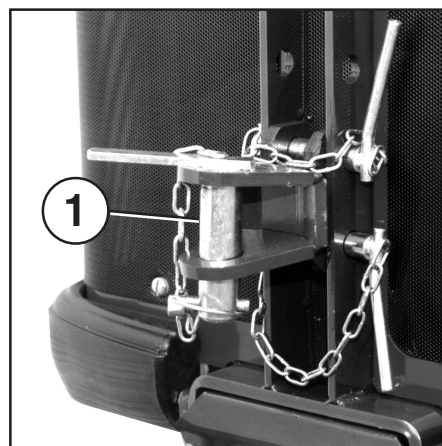

Fig. 7
- På den forreste side (tilbehør), fastmonteret trækkrog med låsebolt (1 fig. 7). Kun til nødbugsering af maskinen.
- Såfremt maskinen trækkes, må udstyret, der skal anvendes, kun tilkobles koblingerne (fig. 7 - 8 - 9).